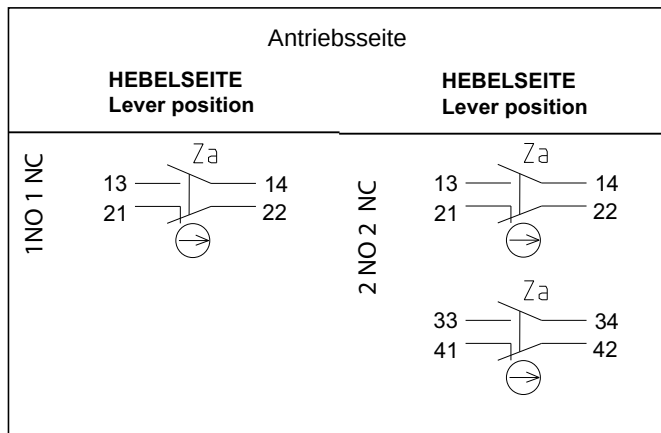

Abb. 5-6: Anschlussbelegung
6. Schließen Sie das Anschlusskabel entsprechend dem Anschlussbild an den Schaltelementen (7) an (s. Abb. 5-6).
7. Drehen Sie die Kabelverschraubung (6) fest.
8. Schließen Sie den Schutzleiter an der Schraube M 5 (8) an.
9. Schließen Sie den Deckel (2) des Schieflaufschalters und ziehen Sie die fünf Sechskantschrauben M4 (5) fest.